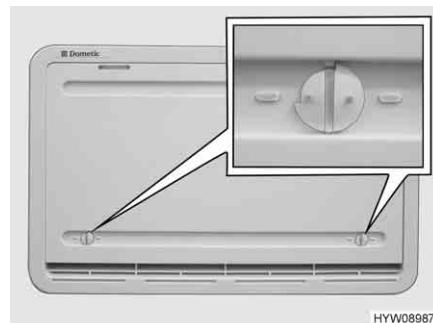

Fig. 113 Copertura invernale (griglia di aerazione del frigorifero)
Le coperture invernali (Fig. 113) proteggono il gruppo frigorifero dall'aria fredda. Posizionare le coperture invernali davanti a entrambe le griglie di aerazione del frigorifero quando la temperatura esterna scende al di sotto di +10 °C (sia per funzionamento elettrico che a gas).
- Aprire entrambi i bloccaggi (Fig. 113), la scanalatura risulterà orizzontale.
- Aprire entrambi i blocchi (Fig. 113), la scanalatura risulterà orizzontale.